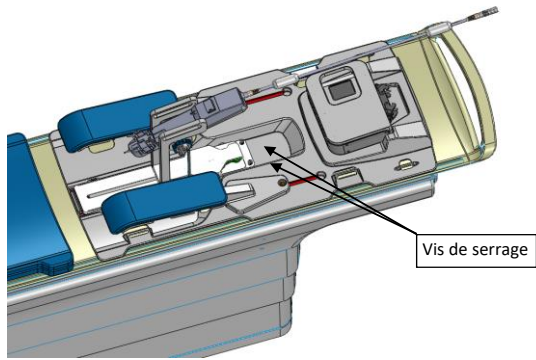
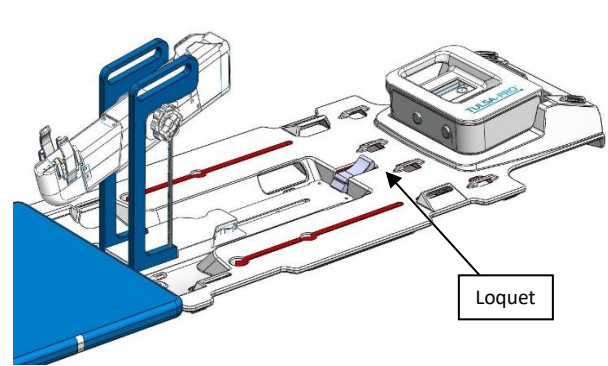

Figure 35 : PS et PSIB sur la plaque de base
Figure 36 : PS et PSIB sur la plaque de base avec loquet
2. **Manipulateur IRM** : placer le système de positionnement (PS) et le PSIB sur la plaque de base, qui doit se trouver aux pieds de la table IRM. Le PS doit être placé entre les jambes du patient.
3. **Manipulateur IRM** : fixer le PS à la plaque de base à l'aide des vis de serrage fournies (*Figure 35*). Pour les plaques de base dotées d'un loquet, fixer le PS en fermant le loquet (*Figure 36*).